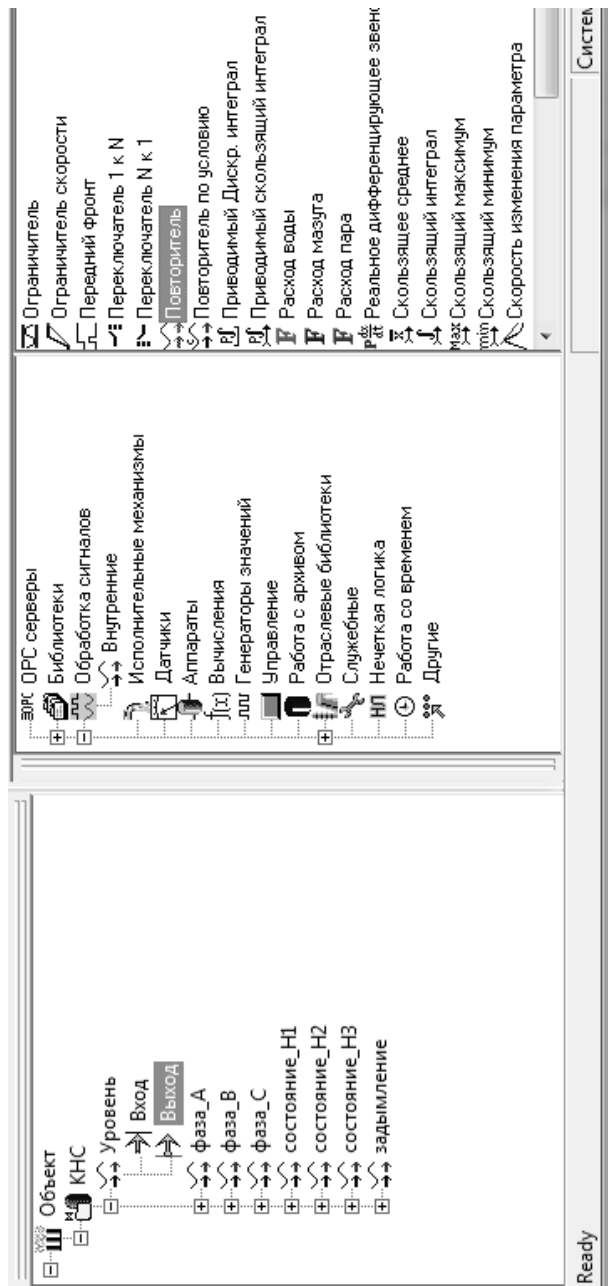
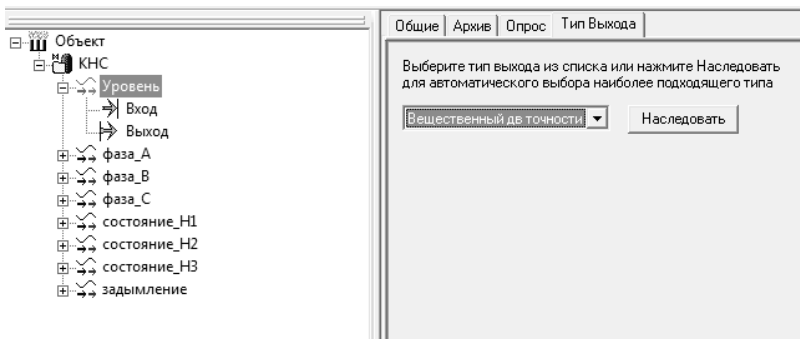

Рис. 2.18. Вставка параметров с помощью библиотечного функционального блока «Повторитель»
Рис. 2.19. Установка типа выхода для параметра «уровень»
6. Осуществим формирование списка параметров. Вставим в объект «КНС» аналоговые входы: измеряемый параметр – «уровень», напряжения по фазам – «фаза_А», «фаза_В», «фаза_С»; дискретные датчики: «состояние_Н1», «состояние_Н2», «состояние_Н3», «задымление», «проникновение». Эти параметры мы вставим не как переменные, а с помощью библиотечного функционального блока «Повторитель» (рис. 2.18). Такой подход позволяет «централизовать» в одном месте все связи проекта с реальными источниками сигнала, благодаря чему проще и быстрее подключить оборудование на последующих этапах разработки или заменить его тип в дальнейшем. Для каждого ФБ необходимо установить требуемый тип выхода: для аналоговых параметров («уровень», «фаза_А», «фаза_В», «фаза_С») – вещественный (рис. 2.19), для дискретных («состояние_Н1», «состояние_Н2», «состояние_Н3», «задымление», «проникновение») – логический. Затем каждому параметру (выходу ФБ «Повторитель») можно выбрать шкалу контроля границ. В системе имеется ряд predetermined шкал. Если их не хватает, то они задаются на соответствующей закладке корневого узла дерева системы.